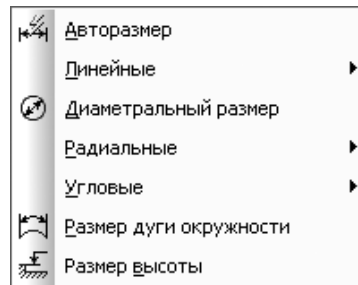

Рис. 4.45. Всплывающее меню простановки размеров
- щелкните в главном меню по пункту **Инструменты**, а затем в выпадающем меню по пункту **Размеры**. Появится всплывающее меню, показанное на рис. 4.45.